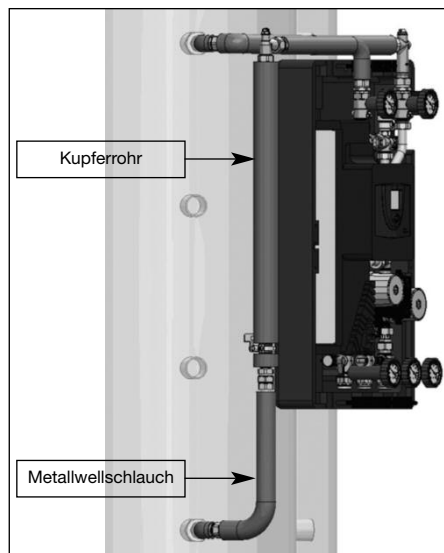

Abb. 6.11
- Metallwellschlauch montieren (s. Abb. 6.11 unten)
- Kupferrohr ablängen, montieren und mit Rohrschelle fixieren (s. Abb. 6.11 oben und folgende Anleitung Kupferrohr kürzen beachten)